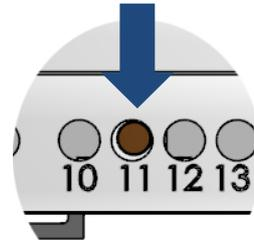

Abb. 9: Netzwerkeinstellungen und Passwörter zurücksetzen (WEL-Taste)
- ▶ Halten Sie mit einem spitzen Gegenstand die *WEL-Taste* gedrückt (8 s), bis die grüne LED erst langsam und dann schnell blinkt (Abb. 9).